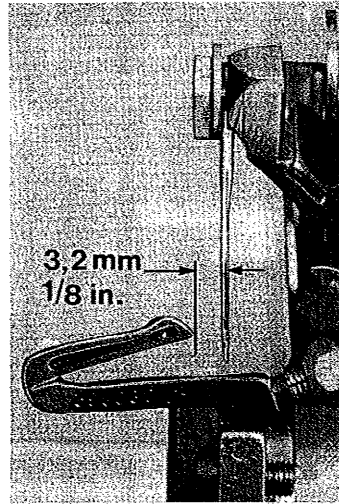

Fig. 4
Now insert lower looper (A, Fig.4) into bar (B). With lower looper at the left end of its stroke, set looper point 3,2 mm (1/8 inch) from the center of the needle, using looper gauge No.21225-1/8.
Jetzt schieben Sie den Untergreifer (A, Fig.4) in die Stange (B). Wenn der Untergreifer in seiner Endstellung links ist, stellen Sie die Greiferspitze mit einem Abstand von 3,2 mm zur Nadelmitte ein. Verwenden Sie dazu die Greifereinstellehre Teil-Nr.21225-1/8.